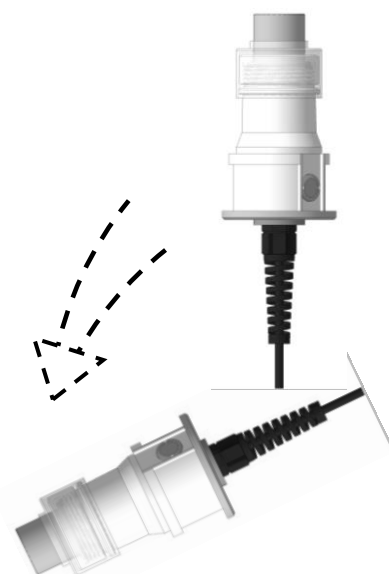

Figure 2.8
- 按照图 2.8 的要求，用力摇晃传感器（类似于医用温度计）几次。该过程有助于将潜在的气泡从铂阴极空间置换到一个特殊的陷阱中；